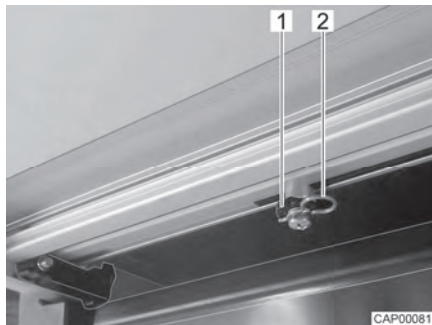

Bild 4 Drivning (fotsteg)
- Dra ut båda låsklippsen (Bild 4,2) på fotstegets undersida på drivningen (Bild 4,1).